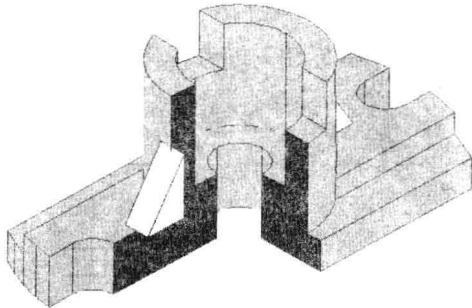

图 11-2-18
(3) 在“实体编辑”面板中,单击“差集”按钮,单击组合体,按Enter键,再单击长方体,按Enter键,差集运算之后,“真实”视觉样式下显示效果如图11-2-18所示。由于楔体没有参与差集运算,因此保留了原来的形状。